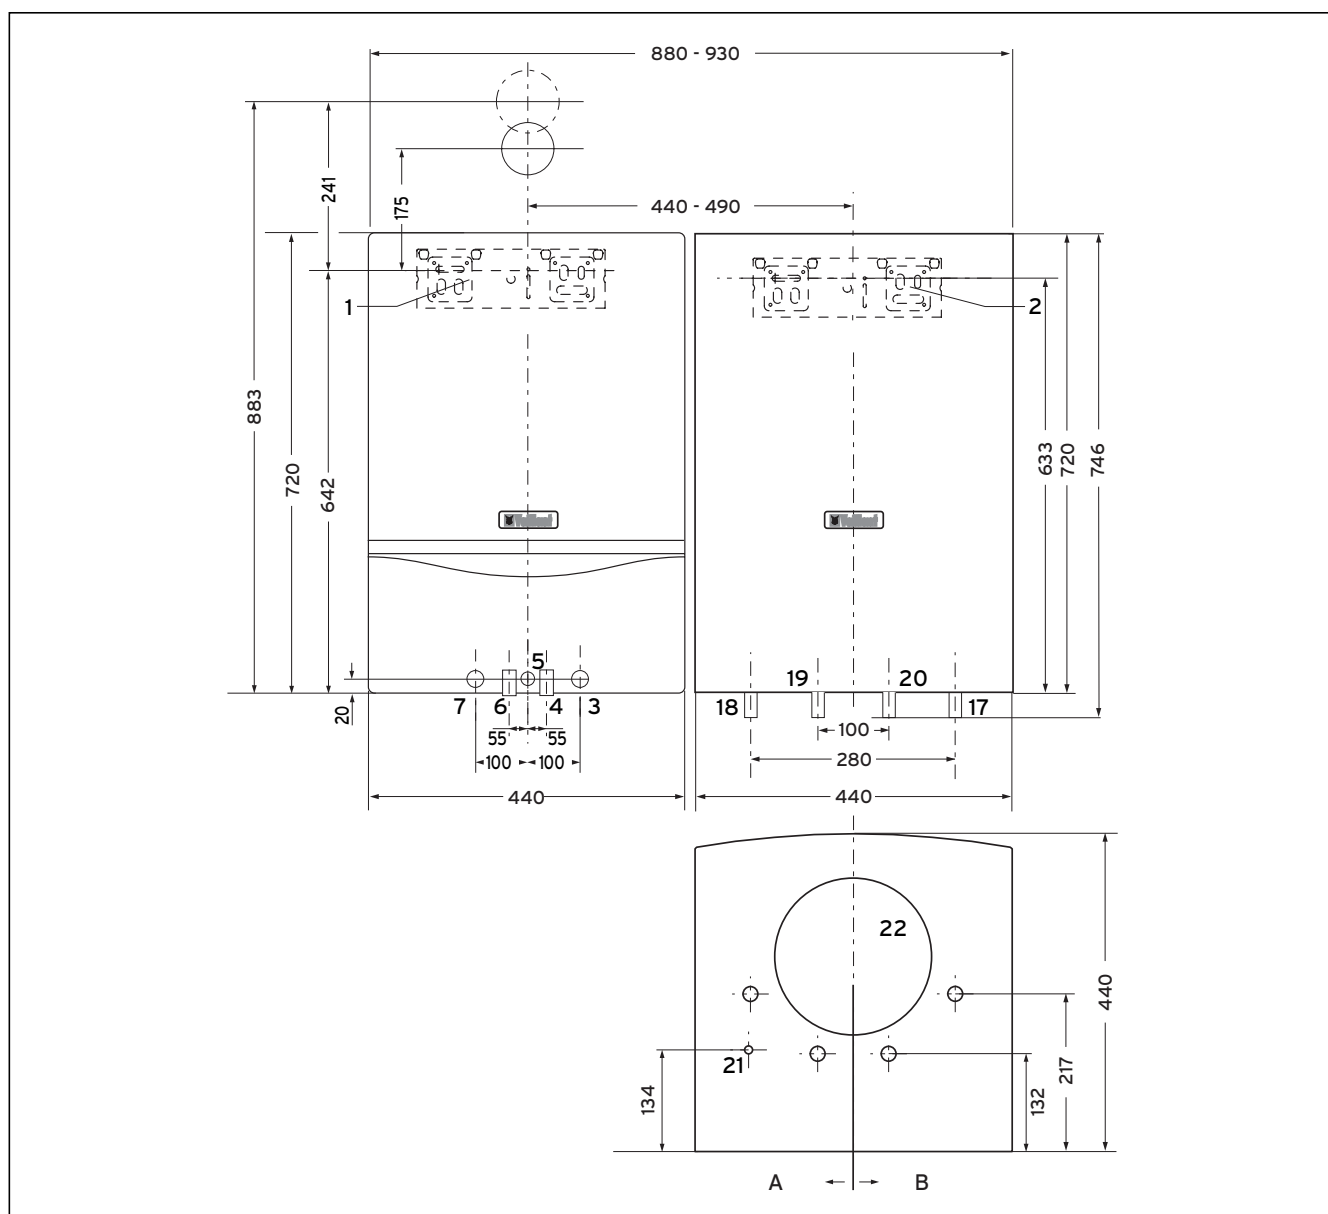

Fig. 4.2 Dimensions pour le montage à côté de l'appareil de chauffage
- Percez les trous pour la barrette d'accrochage conformément aux indications de la figure 4.2 (bords inférieurs du ballon et de l'appareil de chauffage à la même hauteur).
Veuillez tenir compte des côtés « eau chaude » et « eau froide » indiqués sur les fig. 4.2 et 4.3.